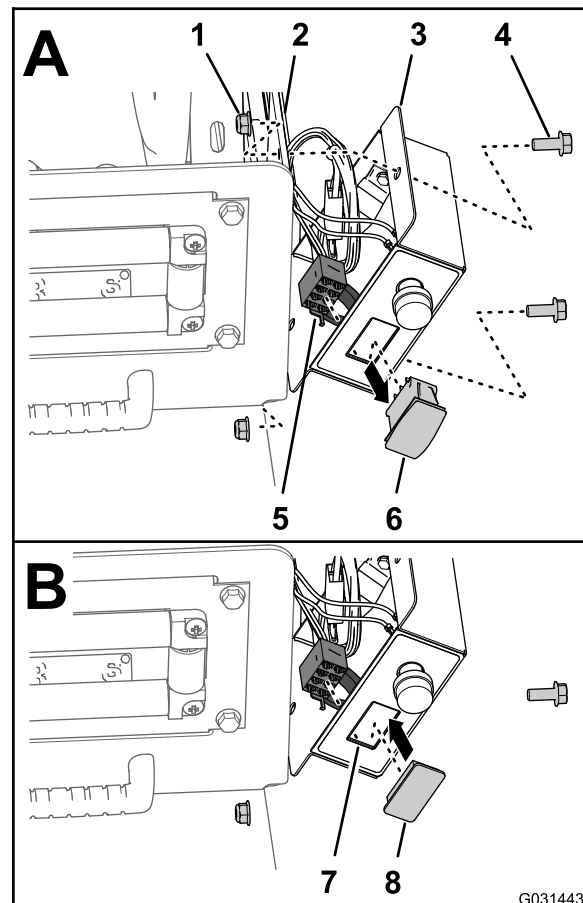

Bild 7
1. Entfernen Sie die zwei Schrauben (5/16" x 3/4") und zwei Sicherungsmuttern (5/16"), mit denen der Schaltkasten an der Spindelbefestigungsplatte befestigt ist (Bild 7).
2. Ziehen Sie den 8-Buchsen-Stecker für den Schaltkastenkabelbaum vom DRUCKSTEUERUNGSSCHALTER ab (Bild 7).
3. Verlegen Sie den 8-Buchsen-Stecker im Innern des Schaltkastens (Bild 7).
4. Drücken Sie die Verriegelungsnasen des DRUCKSTEUERUNGSSCHALTERS zusammen und drücken Sie den Schalter aus dem Schaltkasten (Bild 7).
5. Fluchten Sie die Schalterblende mit der Öffnung im Schaltkasten aus, von der Sie den Schalter entfernt haben (Bild 7).
6. Setzen Sie die Schalterblende in den Schaltkasten ein, bis die Blende richtig in der Abdeckung einrastet (Bild 7).
7. Fluchten Sie den Schaltkasten mit der Spindelbefestigungsplatte (**Bild 7**) aus und befestigen Sie den Kasten mit den zwei Schrauben (5/16" x 3/4") und zwei Sicherungsmuttern (5/16") an der Platte.